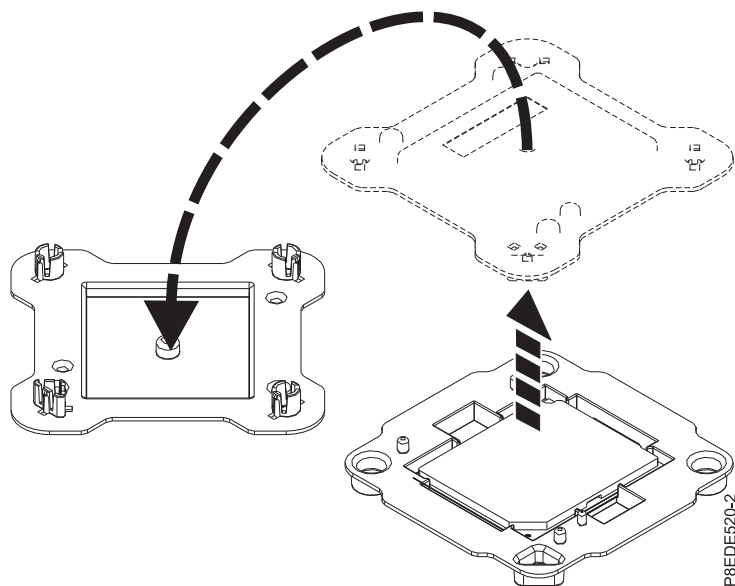

Abbildung 2. Verpackung des Systemprozessormoduls öffnen
2. Öffnen Sie die Verpackung des neuen Systemprozessormoduls und legen Sie die Abdeckung mit der Oberseite nach unten neben den Träger, siehe Abb. 2 auf Seite 5. Die Abdeckung wird für das Systemprozessormodul verwendet, das Sie austauschen wollen.